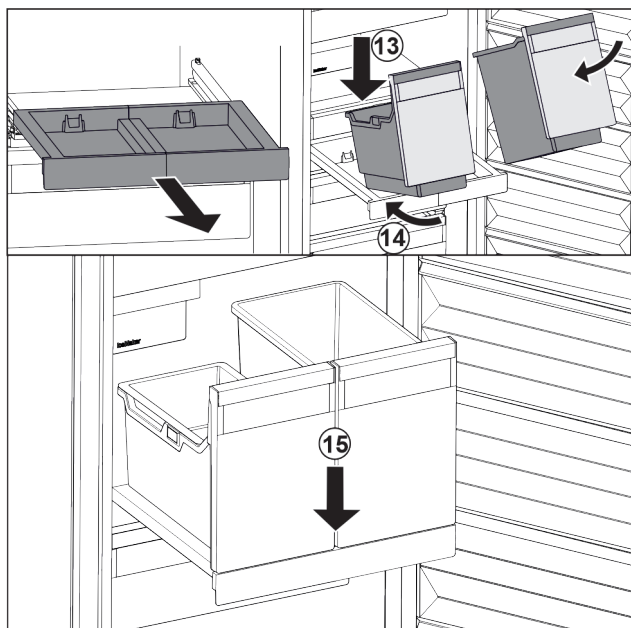

Fig. 29
- ▶ Nasad'te nádobu šikmo na vysouvací desku. Fig. 29 (13)
- ▶ Zasuňte nádobu šikmo dozadu. Fig. 29 (14)
- ▶ Usad'te vpředu nádobu. Fig. 29 (15)